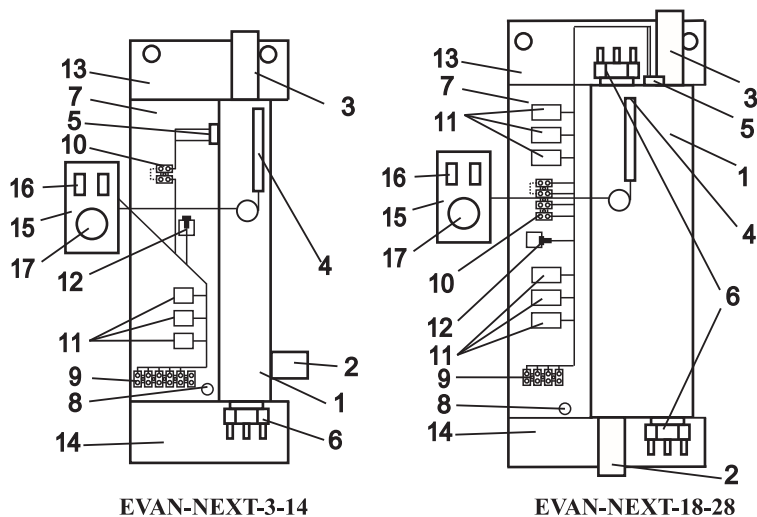

Рисунок 2 (кожух не показан)
4.3 Приборы EVAN-NEXT в соответствии с рис. 2 состоят из следующих основных частей:
- котла в теплоизоляции (1) с входным (2) и выходным (3) патрубками с наружной резьбой G1 (для EVAN-NEXT-3-14), или G1^{1/4} (для EVAN-NEXT-18-28), датчиком терморегулятора (4), аварийным самовозвратным термовыключателем (5), отключающим прибор при 92⁰С, и блоком ТЭНов (6);
- панели установочной (7), с размещенными на ней: зажимом заземления (8) для подключения защитного проводника РЕ; зажимом винтовым (9), служащим для подключения внешнего силового кабеля и циркуляционного насоса; зажимом винтовым (10) для подключения датчика температуры воздуха, реле коммутации (11) и предохранителем циркуляционного насоса (12);
- верхнего (13) и нижнего (14) кронштейнов;
- панели управления (15), с расположенными на ней выключателями ступеней мощности (16) и терморегулятором с ручкой (17), служащим для установки температуры нагрева теплоносителя.